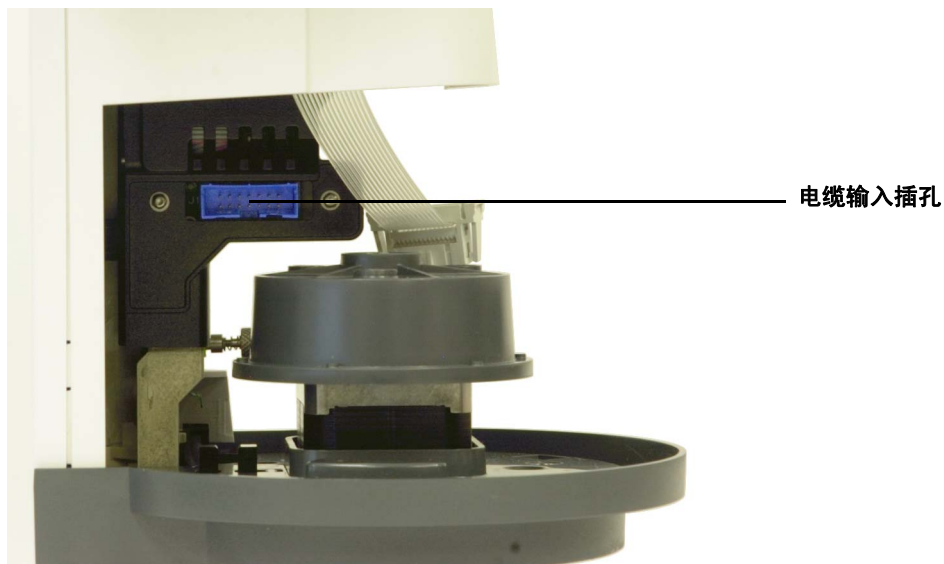

图 63 访问电缆输入插孔
- 10 将进样针支架组件向下滑动，直到组件上的电缆输入插孔向下延伸到进样塔外壳之下（图 63）。